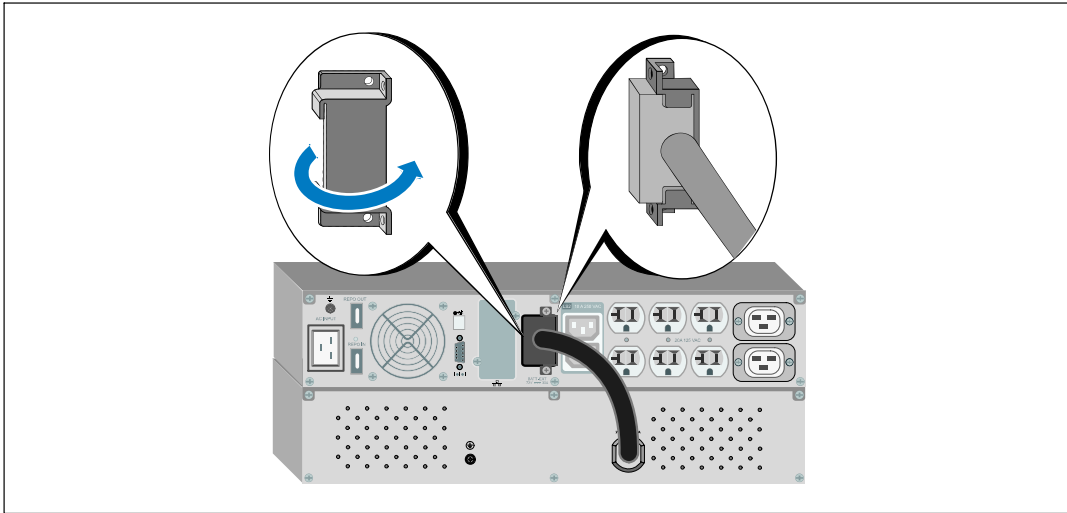

Рис. 27. Установка крышки разъема батарей
- 2 Установите крышку разъема батарей под кабель МВБ для ослабления натяжения (см. Рис. 27).